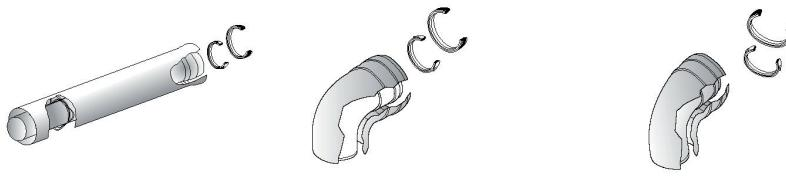

Рис. 10
- б) 90° отвод, прокладка EPDM, зажим и зажимные винты (Рис. 10б)